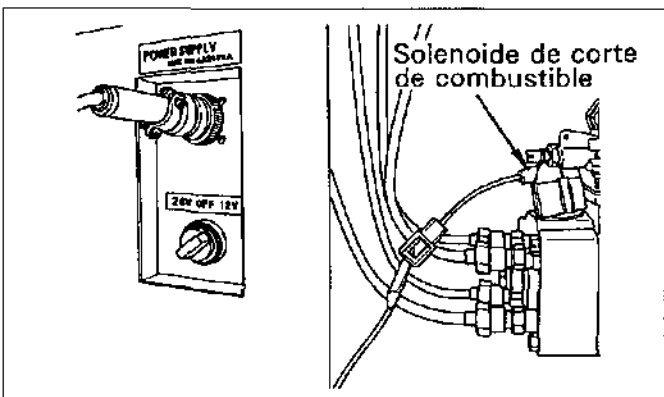

Figura.15-9 Aplicación de la tensión descrita al solenoide de corte de combustible
(9) Conecte la tensión adecuada al solenoide de corte (Vea la figura.15-9) y conecte la alimentación.